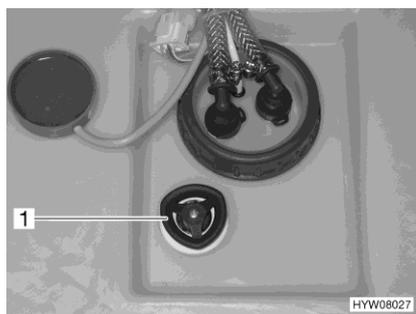

Fig. 134 Depósito de agua con tirador giratorio
- Girar el tirador giratorio (Fig. 134,1) sobre el depósito de agua en sentido de las agujas del reloj, hasta el tope.
- Girar el tirador giratorio (Fig. 134,1) sobre el depósito de agua en sentido contrario a las agujas del reloj, hasta sentir resistencia. El agua se saldrá hasta aprox. 20 litros.